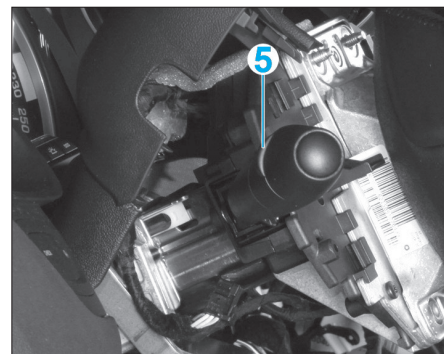
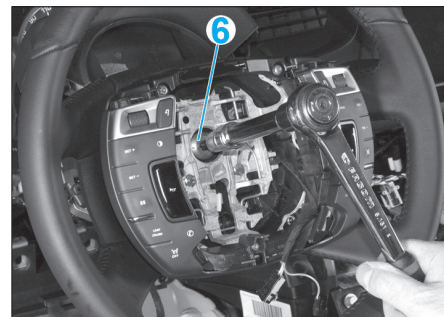
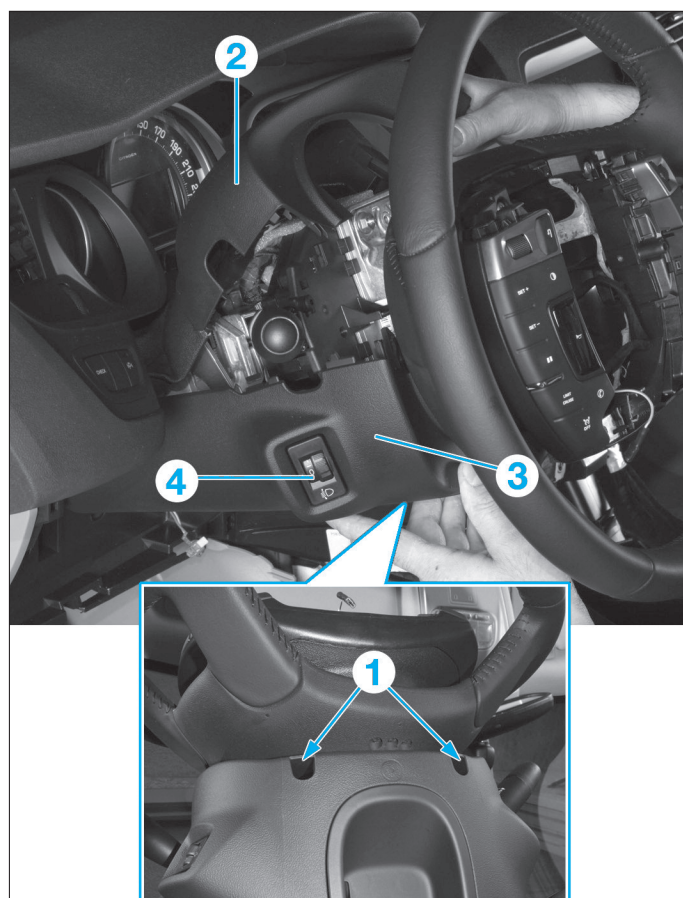

Fig. 2
Fig. 3
Fig. 1
- les vis (1) de la garniture supérieure (2) (Fig.1),
- la garniture supérieure (2),
- la garniture inférieure (3) après avoir débranché la commande de hauteur des projecteurs avant (4).
- Débrancher les connecteurs du module (5) de commande sous le volant (Fig.2).
- Dégrafer le faisceau électrique du module (5) et débrancher le faisceau du volant.
- Déposer la vis de fixation (6) du volant à commandes centrales fixes (Fig.3).